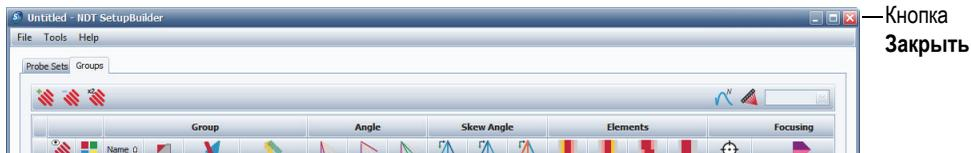

Рис. 3-1 Кнопка Закреть в строке заголовка
- Щелкните на кнопке **Close** (Закреть), расположенной в правом верхнем углу окна (см. Рис. 3-1 на стр. 26).